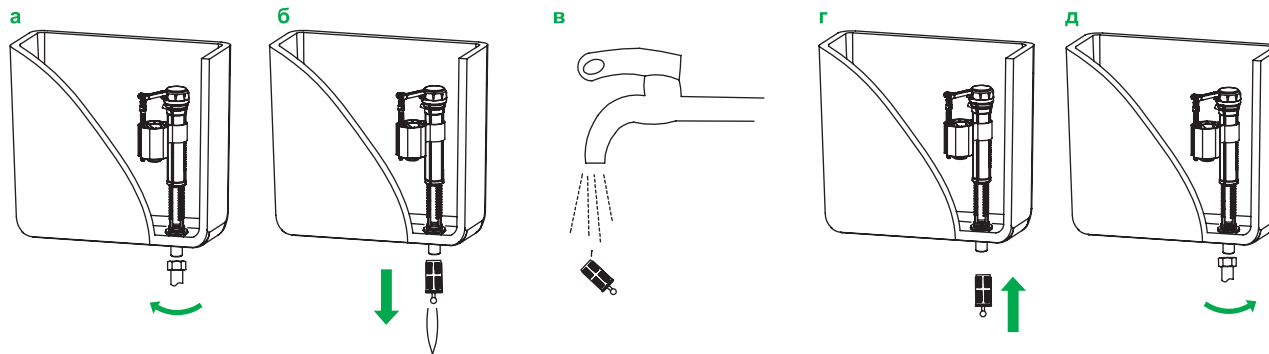

Рис. 13 / 13-сур.
2. Открутить шланг подводки воды (рис. 13а) и руками (или с помощью пинцета) извлечь фильтр-вставку из корпуса впускного клапана (рис. 13б).
3. Промыть фильтр (рис. 13в).
4. Собрать все в обратной последовательности (рис. 13г, д).